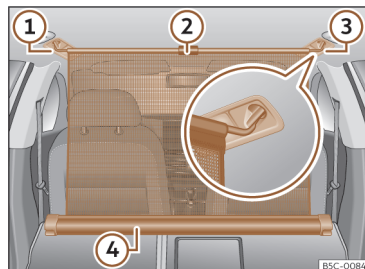

Fig. 184 En el maletero: red de separación enganchada con los respaldos del asiento trasero abatidos.
- Tire hacia arriba de la lengüeta >>> **fig. 184** ② para sacar la red de la carcasa ④.
- Enganche la red de separación en el lado derecho o izquierdo >>> **fig. 184** ③ (imagen ampliada).
- Enganche la red de separación en el alojamiento del otro lado >>> **fig. 184** ① estirando la barra.
La red de separación está correctamente montada cuando los extremos en forma de T están enganchados firmemente en los alojamientos correspondientes >>> **fig. 184** ③ y ①.
- Enrolle la red en la carcasa >>> **fig. 184** ④ bajándola con la mano.